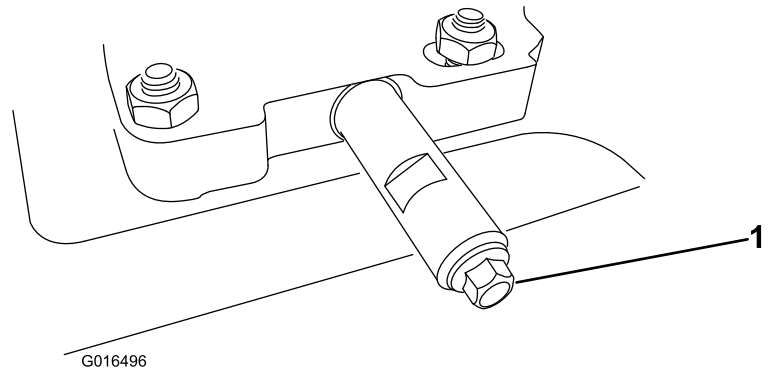

Figure 33
1. Nettoyez la surface autour du bouchon de vidange d'huile (Figure 33).